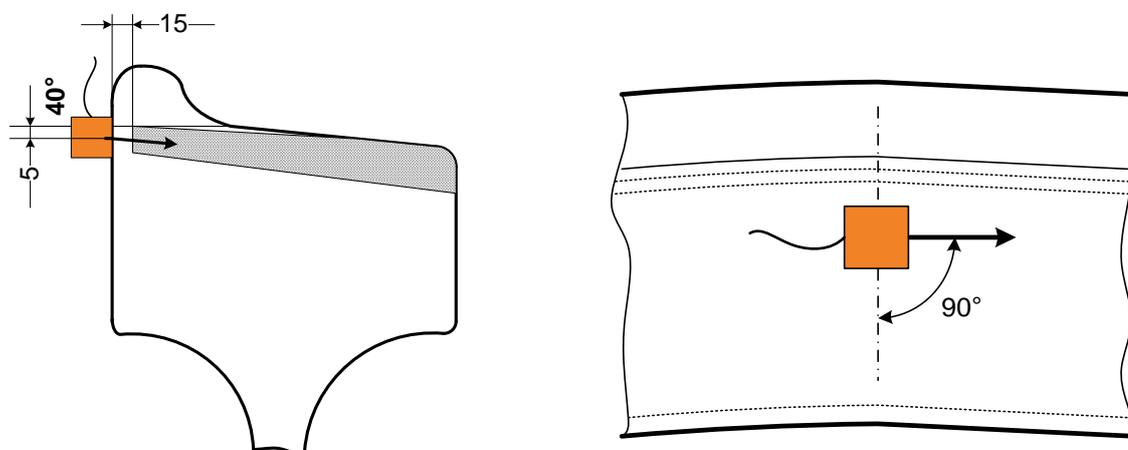

Рис.9.4.1. Схемы прозвучивания колес по варианту DR3.1.
УЗК колес по варианту DR3.1 производят с применением сканирующих устройств. Контроль производят с внутренней боковой поверхности обода в окружном направлении поперечными волнами при установке ПЭП под уровнем поверхности катания и сканировании по окружности с целью выявления дефектов типа поперечных усталостных трещин на внешней боковой грани обода в зоне сопряжения с поверхностью катания, Рис.9.4.1.
9.4.4 Нанести контактную жидкость на внутреннюю боковую поверхность обода колеса. Установить преобразователь на обод в соответствии со схемой Рис. 9.4.1. Произвести сканирование по боковой поверхности обода в пределах всего периметра колеса.